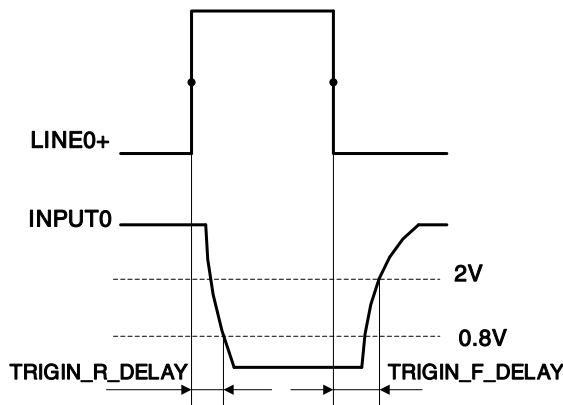

图 7-4 光耦隔离输入电路参数
- 上升沿延时时间: <math><50\mu\text{s}</math> (0°C~45°C), 参数说明见图 7-4
- 下降沿延时时间: <math><50\mu\text{s}</math> (0°C~45°C), 参数说明见图 7-4